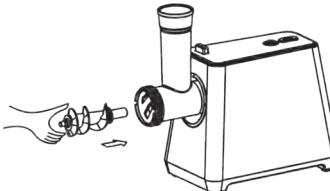

рис. 2
2. Поместите шnek в горловину узким концом вперёд и слегка проверните его пока он не войдет в тесный контакт с приводом электродвигателя (рис.2).